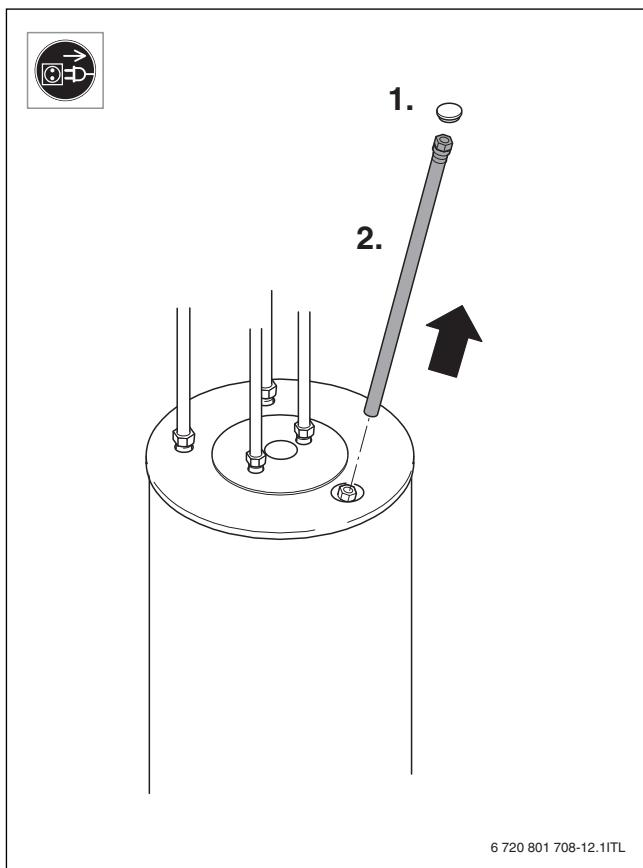

Fig. 17
- ▶ Демонтируйте и проверьте магниевый анод (→ рис. 17 и 18, стр. 35).